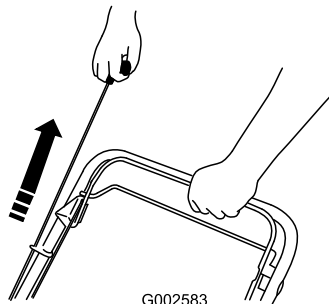

Figure 15
3. Arranque el motor con el arrancador (Figure 15).